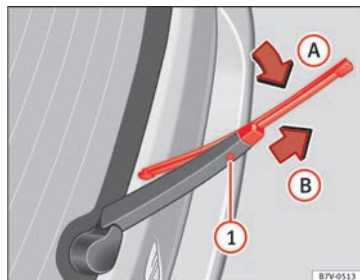

Fig. 114 Cambio de la escobilla de la luneta trasera.
- Rote la escobilla ligeramente ⇒ fig. 114 (flecha A).
- Mantenga presionada la tecla de desbloqueo ① y tire al mismo tiempo de la escobilla en el sentido que indica la flecha B.